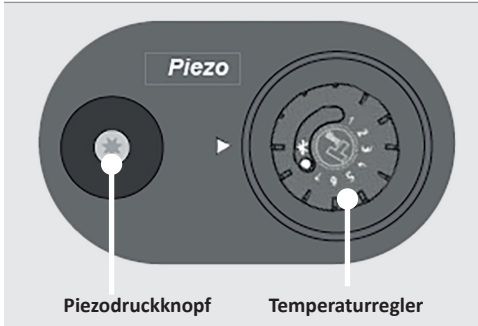

Abb. 5b: Bedienfeld (Abb. ähnlich, Modelle mit Thermostat)
Manche Modelle sind mit einem Thermostat ausgestattet, welcher nach Erreichen der Wunschtemperatur auf die sparsame Wächterflamme zurückschaltet. Mit Hilfe des Temperaturreglers (siehe Abb. 5b) legen Sie die am Thermostat gefühlte Temperatur (=Thermostat-Temperatur) fest. Beachten Sie hierbei, dass die am Thermostat gefühlte Temperatur und die Raumtemperatur nicht exakt übereinstimmen. Abhängig von den jeweiligen Umgebungsbedingungen (z. B. Außentemperatur, Isolierung und vor allem aber Bodentemperatur) können die angegebenen Temperaturbereiche abweichen.
1. Drehen Sie den **Temperaturregler** (siehe Abb. 5b) gegen den Uhrzeigersinn auf Position 7. Der Brenner entzündet sich.